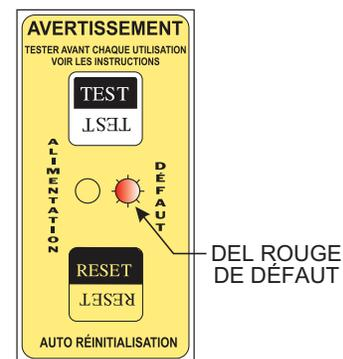

Figure 83. Module de détection GFCI LED rouge de défaut clignotant
2. Vérifiez que le voyant de défaut **ROUGE** du module de détection du disjoncteur de fuite à la terre commence à **clignoter** (Figure 83).